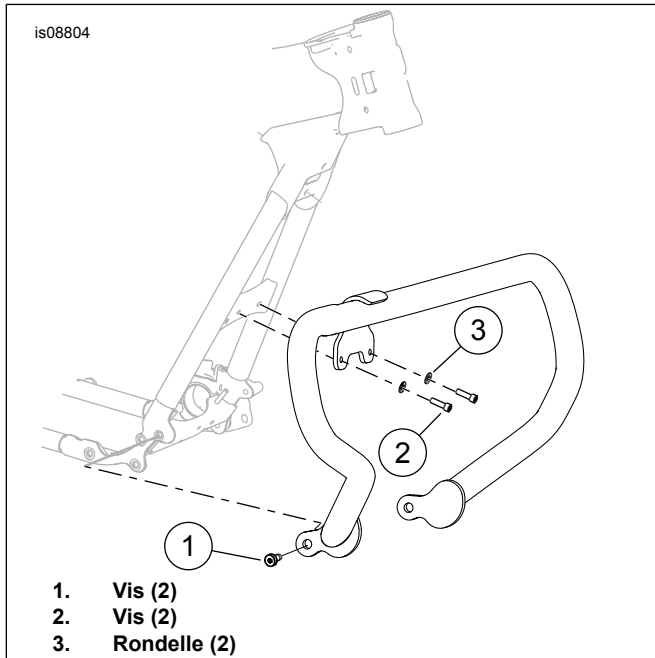

Figure 2. Installer la protection de moteur
1. Voir Figure 2 . Tout en maintenant en place la protection de moteur, attacher sans serrer le haut de la protection avec les vis à tête creuse (2) et les rondelles plates (3) neuves fournies dans le kit.
2. Poser les supports inférieurs sur le cadre de la moto à l'aide des deux vis TORX (1) retirées précédemment.